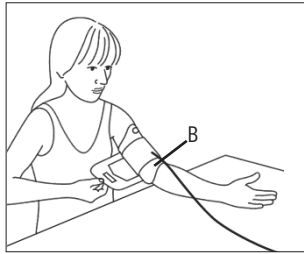

Fig. 2
- La découpe B (voir Fig. 2) du brassard, en face de la languette de préhension, doit se trouver dans le pli du coude. La tubulure doit se trouver au milieu du pli du coude et se diriger vers la main.